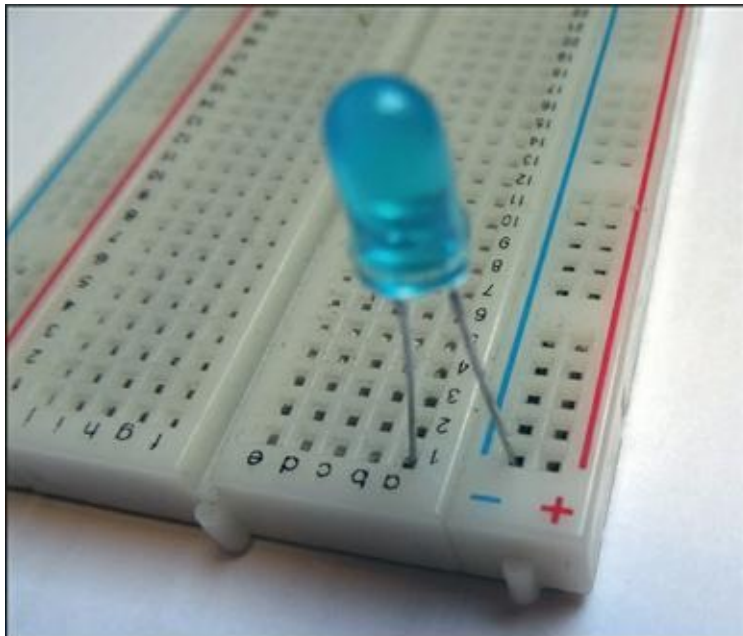

Figure 6.4 : La LED est insérée.
1. Prends ta diode LED et insère la patte la plus courte, celle de la cathode, dans la rangée d'alimentation du 0 V marquée d'un - (souvent munie d'un filet bleu sur toute la longueur) sur le bord de la plaque, puis écarte un peu les deux pattes (sans forcer) pour pouvoir insérer l'autre patte, celle de l'anode, dans le premier trou à l'intersection du **a** et du **1** sur la plaque. Aide-toi de la Figure 6.4.